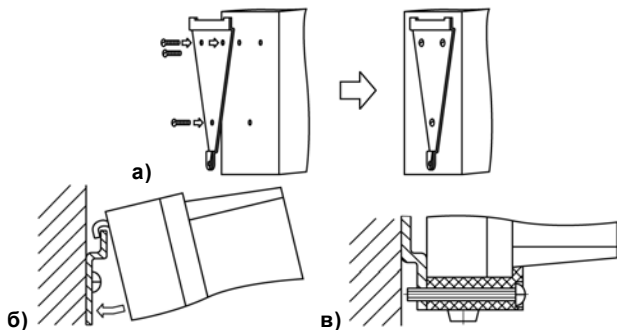

Рисунок 5.1 - Монтаж прибора настенного исполнения Н
- 1) Закрепить кронштейн тремя винтами М4×20 на поверхности, предназначенной для установки прибора (см. Приложение А и рисунок 5.1, а).
- 2) Зацепить крепежный уголок на задней стенке прибора за верхнюю кромку кронштейна (рисунок 5.1, б)
- 3) Прикрепить прибор к кронштейну винтом М4×35 из комплекта поставки (рисунок 5.1, в).